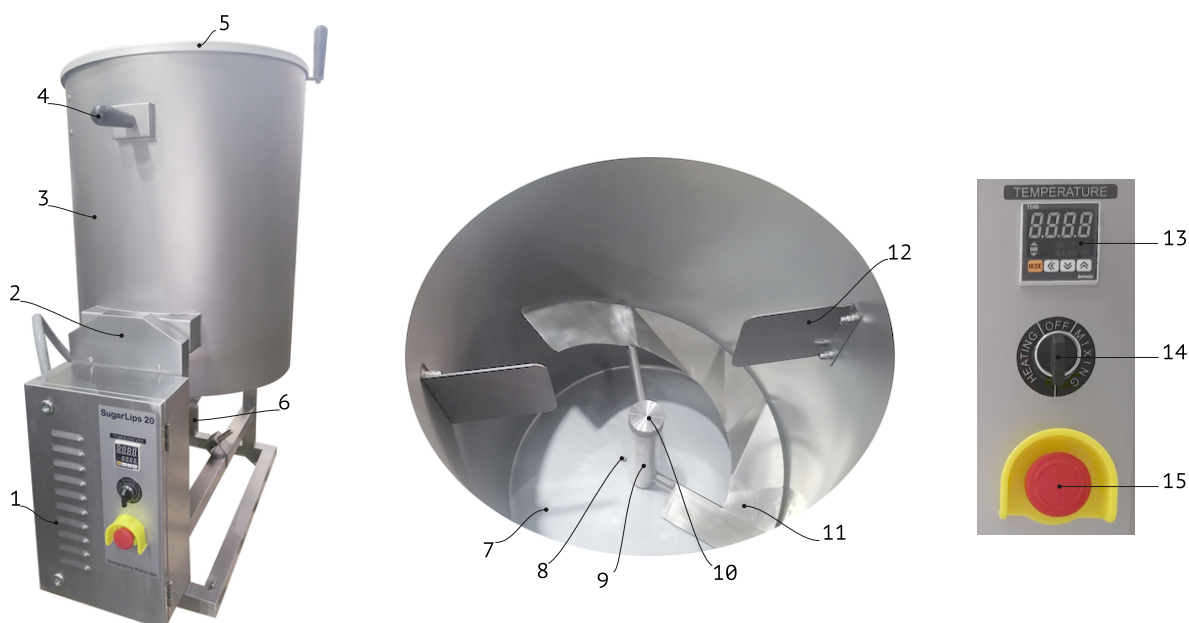

Рисунок 1
Изделие состоит из следующих основных компонентов (см. Рис. 1):
5. Установите мешалку (4) на вал (2), предварительно проверив наличие втулки фторопластовой (1) внутри мешалки, после чего зафиксируйте мешалку гайкой фиксации мешалки (3). ВНИМАНИЕ! Гайка имеет левую резьбу.
6. Установите два отражателя (Рис. 1, поз. 12) с внутренней стороны котла, закрепив их с помощью винтов М6, шайб пружинных и гайками колпачковыми из комплекта поставки.